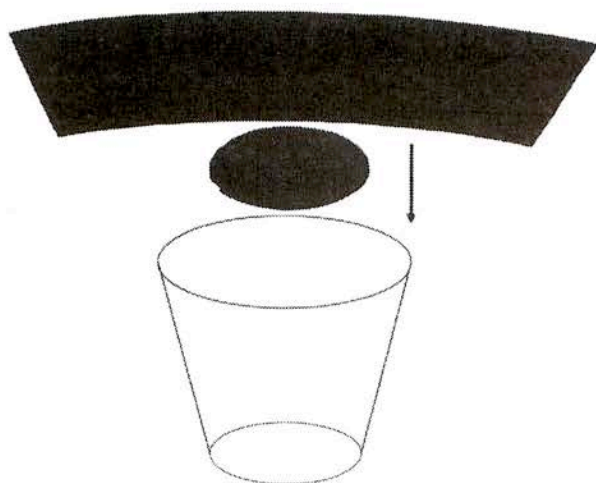

図3 紙コップ (a) と (b) の内側に用紙A, Bを入れ、両面テープでとめる。
1. 図3のように、紙コップ2個 (紙コップaとb) の中に黒色画用紙で作った紙 (AとB) をコップの底と側面に入れて中を黒くします。黒い紙